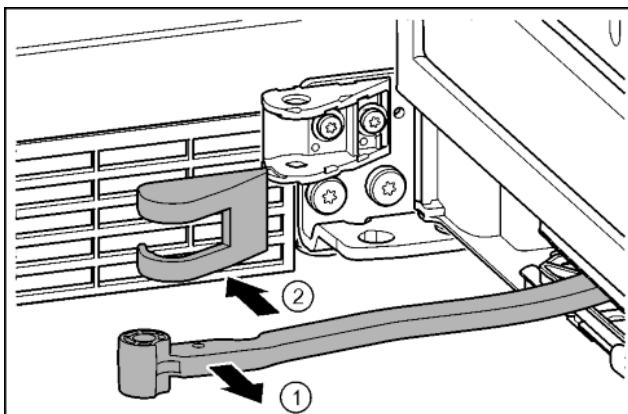

Fig. 20
- Okrenite zglob u smjeru vrata. Fig. 20 (1)
- Skinite pokrov podloška ležaja. Fig. 20 (2)